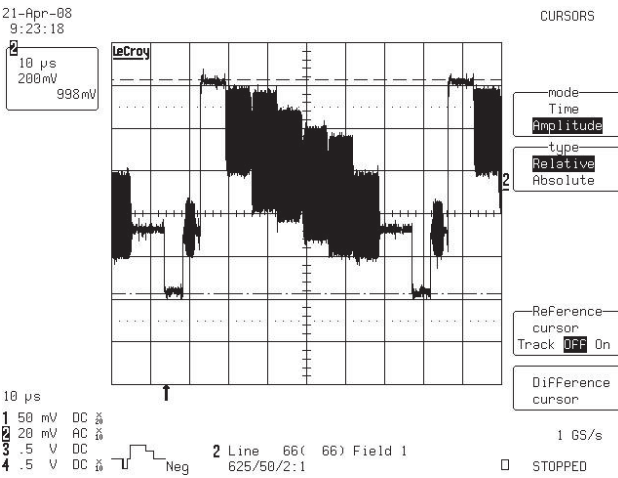
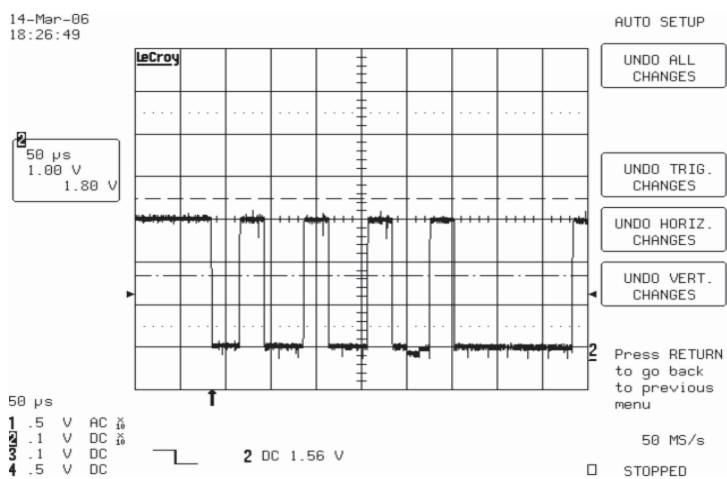

图 15 射频输入全彩条信号
图 24 I2C 数据波形
五、关键点波形图（图 15-图 24）
1、射频输入全彩条信号，高频头 U24 第 7/8 脚输出中频信号，经过后端一系列处理后，插座 J12 AV-VOUT 全电视信号波形如图 15 所示：
8、射频输入全彩条信号，I²C 总线数字信号 SDA，U24 的第 5 脚处波形如图 24 所示。